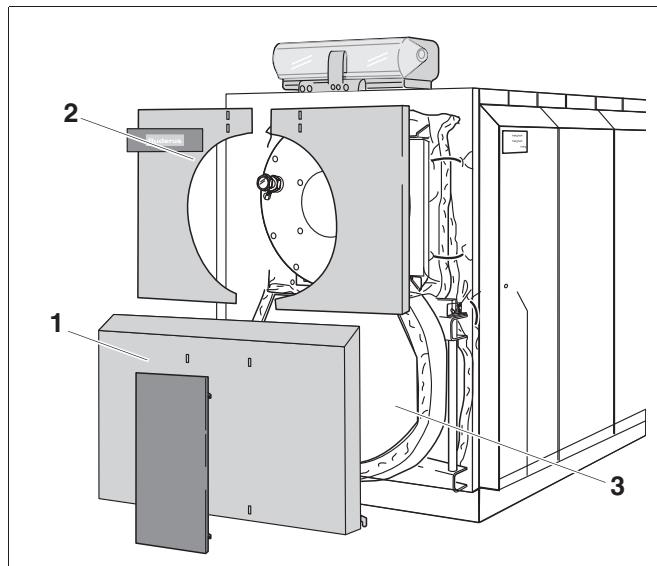

Рис.2 Конденсационный котёл Logano plus SB735 Gas
- облицовка котла [2], теплоизоляция [4], облицовка дверцы горелки – (рис. 2, [2]) и обшивка оборотной камеры (рис. 2, [1])